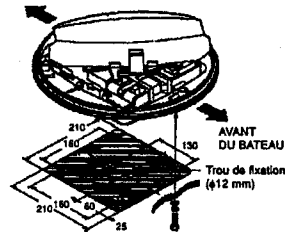

Figure 3 Dimensions de l'assise pour l'aérien
3. Préparez une assise pour l'aérien, d'une épaisseur comprise entre 5 et 10mm, qui sera placée en parallèle avec la ligne de flottaison du bateau. Comme indiqué sur les figures 3 et 4, cette assise sera percée de 4 trous de diamètre 12 mm pour la fixation et d'un trou de 20mm pour le drain caoutchouc.